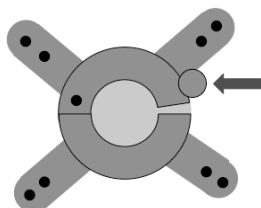

Figura 6 - Attacco VESA, la freccia indica la sicura che deve essere chiusa per garantire il corretto fissaggio del dispositivo al supporto
3. **Fissare il braccio al dispositivo.** Sulla parte inferiore del dispositivo è presente un raccordo (vedi Figura 6). Tirare il perno rotondo e ruotare in senso antiorario per aprire. Connettere il braccio al raccordo e fissare il raccordo richiudendolo. Verificare la corretta e completa chiusura del raccordo.